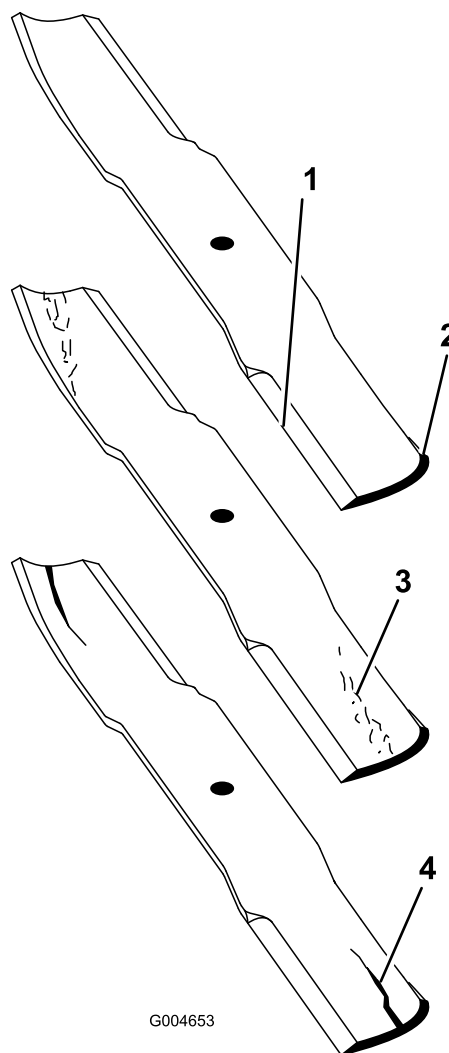

Figura 94
2. Examine cuidadosamente los extremos de corte de la cuchilla, sobre todo en el punto de reunión entre la parte plana y la parte curva de la cuchilla (Figura 94).
Nota: Puesto que la arena y cualquier material abrasivo pueden desgastar el metal que conecta las partes curva y plana de la cuchilla, compruebe la cuchilla antes de utilizar la segadora. Si se aprecia desgaste (Figura 94), cambie la cuchilla.